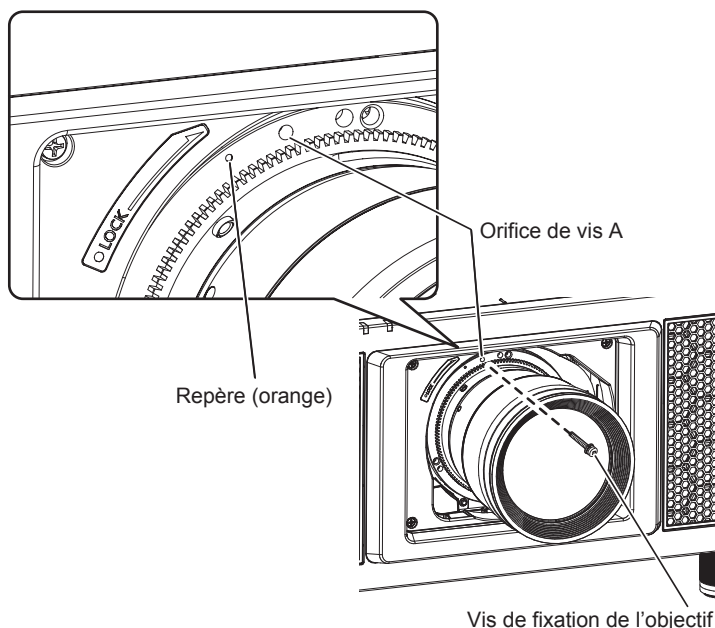

Fig. 2
- 2) Verrouillez l'objectif de projection avec la vis de fixation de l'objectif fournie. (Fig. 2)